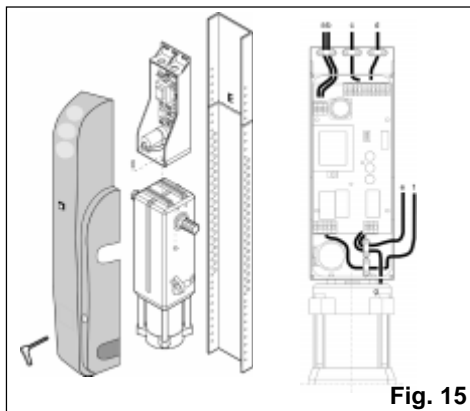

Fig. 15
- Con l'albero di rotazione in basso (fig. 15)